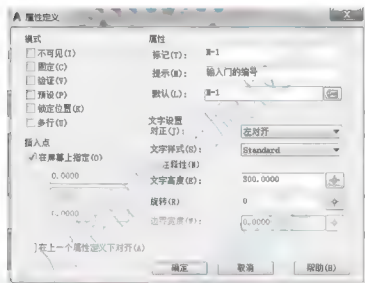

图 3.67 【属性定义】对话框的设定
(1) 执行菜单栏中的【绘图】|【块】|【属性定义】命令,则打开了【属性定义】对话框。
(2) 如图 3.67 所示,设定【属性定义】对话框后单击【确定】按钮,对话框关闭,此时门编号“M-1”的左下角点附着到光标处,这是因为对话框中【文字选项】选项区中的【对正】方式为左对齐。
- 在图 3.67 中,【属性定义】对话框中的【值】文本框内设定的,是插入图块时命令行出现的属性的默认值。通常将经常使用的属性值或较复杂的属性值设定为默认值。
- 在图 3.67 中,【属性定义】对话框中不要勾选【锁定位置】复选框,否则被插入“门”图块的编号位置会被锁定,无法修改。
注意,在第(6)步中命令行出现的“输入门的编号 M-1 :”是图 3.67 中自己设定的提示(输入门的编号)和值(M-1)。